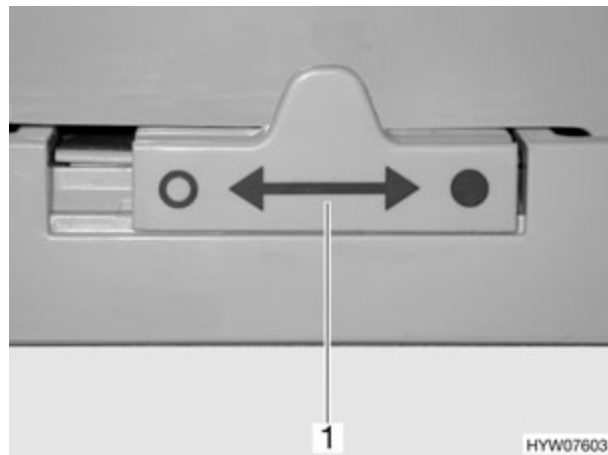

Fig. 126 Bloqueo de la puerta del frigorífico (variante 4)
- Empujar el cierre (Fig. 126,1) hacia la izquierda "○".
- Empujar el cierre (Fig. 126,1) completamente hacia la derecha "●".